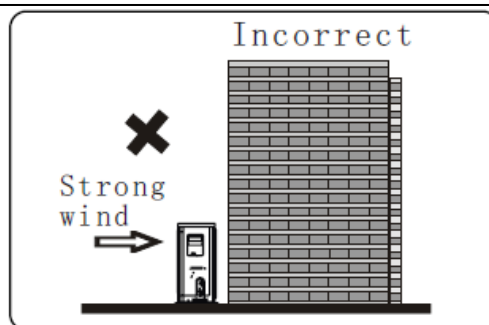

Figura 12
- În cazul în care locul de instalare este expus la vânt puternic, cum ar fi la malul mării, asigurați-vă că ventilatorul funcționează corect. Dacă apar probleme, plasați aparatul în lungime de-a lungul peretelui sau folosiți o barieră (figura 12).